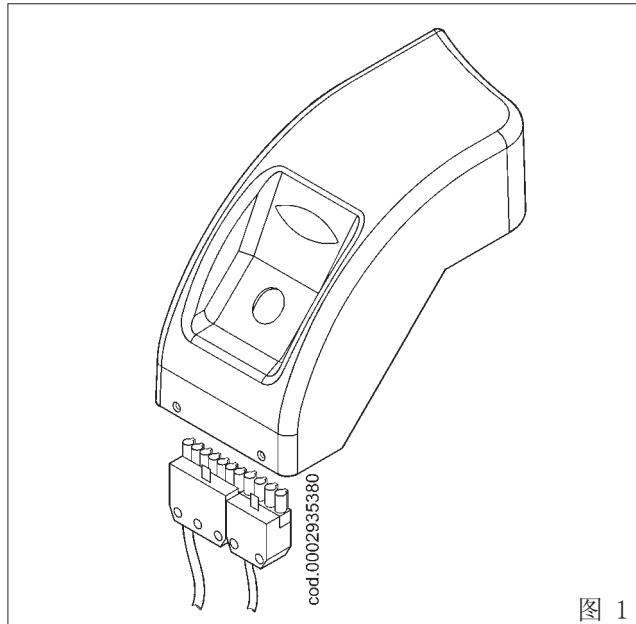

图 1
- (3) 取下把燃气混合器6连接到管上的螺丝5(图1)。
- 2) 180度翻转弯头(4)和混合器(6)，以便燃气进气口朝上(图1)。重新把混合器和单元的向前推杆固定到燃气输送管道上。
- 1) 针对“P”型来说，如图1所示，把7孔和4孔插头插入到一般位于配电箱下方的各自插孔中。,